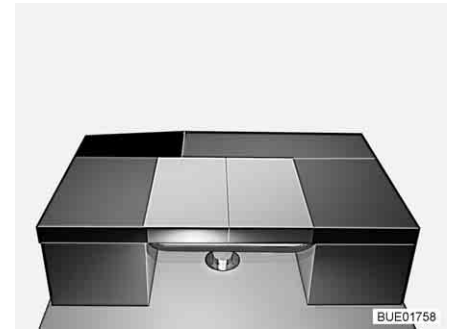

Fig. 122 Après la transformation
- Placer le coussin de dossier de la banquette latérale en long sur la table (voir Fig. 122).